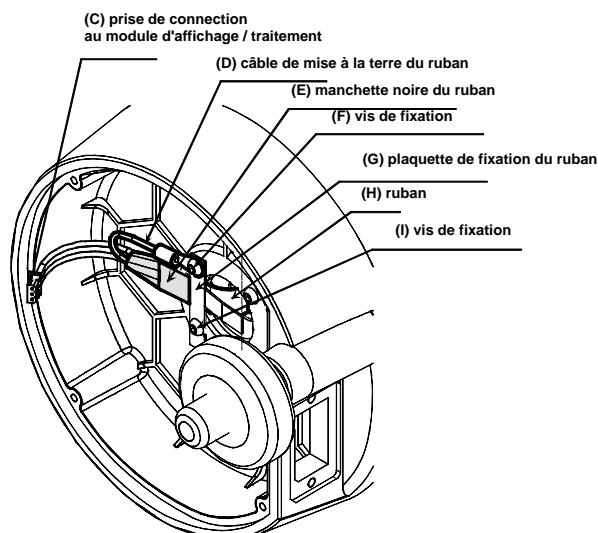

Figure 7-6
- Déconnecter la prise (C) comme indiqué sur la Figure 7-6 et retirer le module d'affichage / traitement.
- A l'aide de la clé Allen de 2.5, dévisser les 2 vis (F) de la plaquette de fixation du ruban (G) ainsi que le câble de terre (D)) comme indiqué sur la Figure 7-6. Ne pas retirer les 2 vis restantes qui fixent l'axe.
- Du côté boîtier électronique, ajuster le ruban de sorte que la manchette noire se trouve au bord de la plaquette de fixation du ruban (G); si besoin, tirer le ruban depuis l'intérieur de l'axe; fixer le ruban comme le montre la Figure 7-6. Les 2 vis (F) doivent être collées à la colle bleue (démontable), par exemple Loctite 243.
- Fixer les 4 vis (K) du porte-flasque.
- Si besoin, réajuster la boucle (M) et le S (L) du ruban côté intérieur de l'axe.
- Déconnecter la connecteur du ruban (C), voir Figure 7-6.